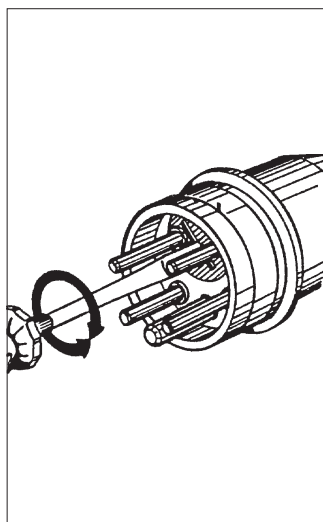

Fig. 1.17
- Verificare il buon funzionamento degli argani TIRAK, in particolare controllare che i motori girino nella direzione adeguata. Premendo il pulsante DISCESA, il cavo deve fuoriuscire dagli argani. Altrimenti, invertire due fasi della spina a norme CEE degli argani (Fig. 1.17) con l'ausilio di un cacciavite.